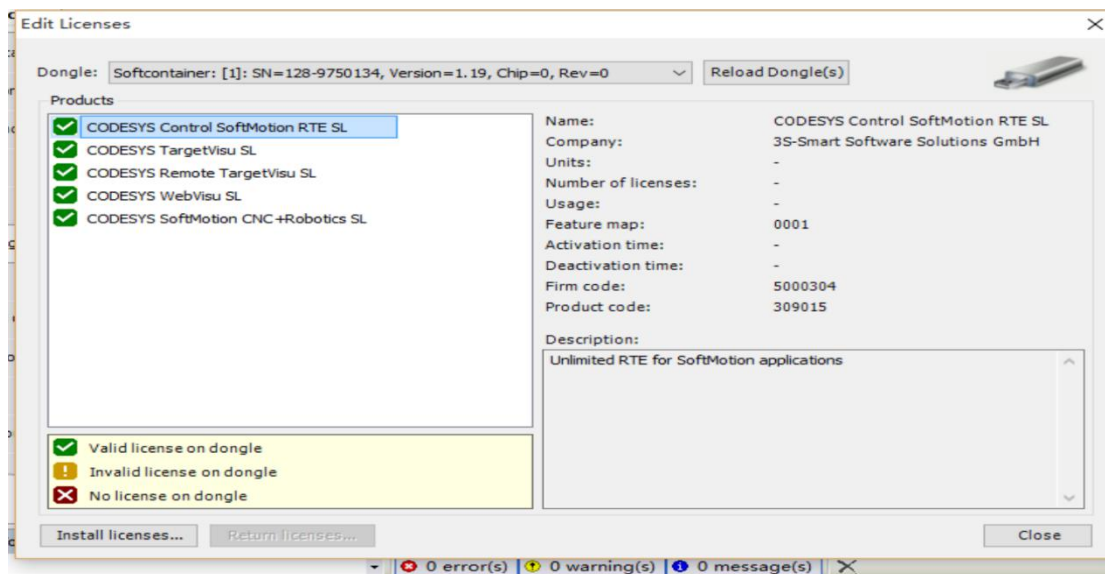

图 2-5-13 RTE 软注册成功
7、点击 Reload Dongle，查看 Products 栏是否安装正常，如图 2-5-13 打钩表示安装成功。